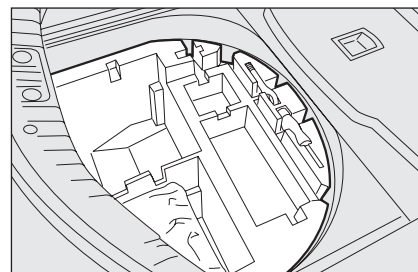

fig. 4
- ☐ per versioni dotate del "kit riparazione rapida pneumatici Fix&Go" prelevare dal bagagliaio il contenitore attrezzi **fig. 4**;